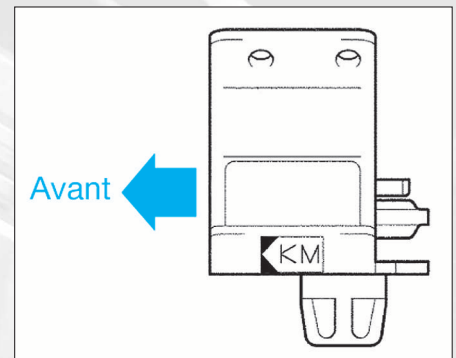

FIG. 5
- poser correctement le silentbloc de support arrière (fig. 5).